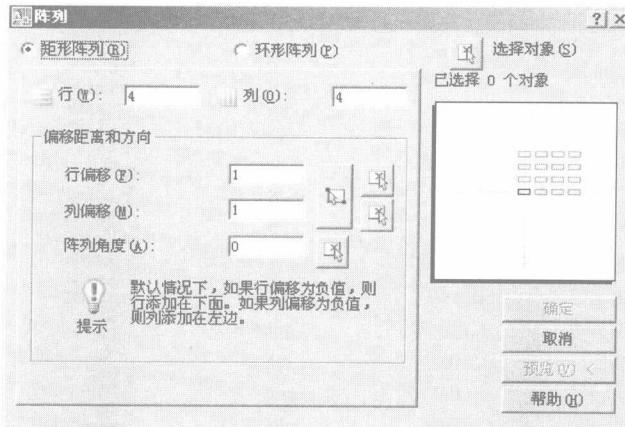

图 1-3 由阵列菜单项引出的“阵列”对话框
② 在下拉菜单中，右侧有“...”的菜单项，表示单击该菜单项后将显示出一个对话框。例如，单击图 1-2 所示“修改”菜单中的“阵列”项，会显示出图 1-3 所示的“阵列”对话框，该对话框用于进行阵列设置。